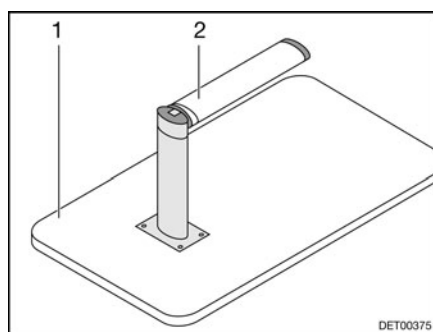

Fig. 58 Base de cama
- Levantar 45° aprox. el tablero de mesa (Fig. 58,1) por delante.
- Tirar hacia abajo de la parte inferior de la pata de apoyo articulada (Fig. 58,2) y abatirla 90°.